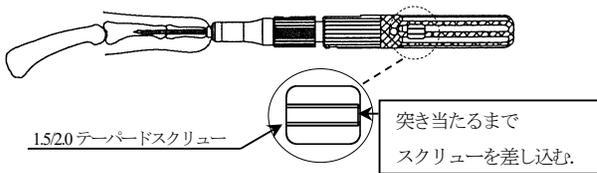

図5
- 4) 3) と同様に、1.5/2.0 テーパードスクリューのカット面を合わせ把持器に装着し、スクリュー切断部が骨内に埋没しないよう挿入します。(図5)